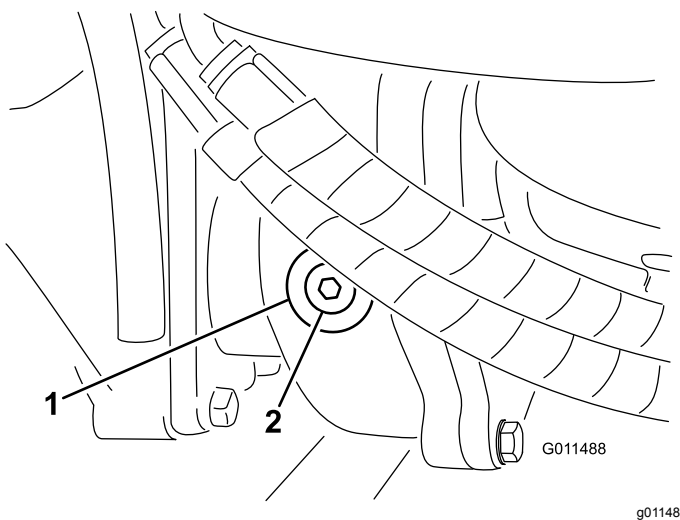

Figura 60
2. Retire o tampão de verificação/enchimento que se encontra na zona esquerda da caixa de engrenagens e certifique-se de que existe lubrificante até ao fundo do orifício (Figura 60).